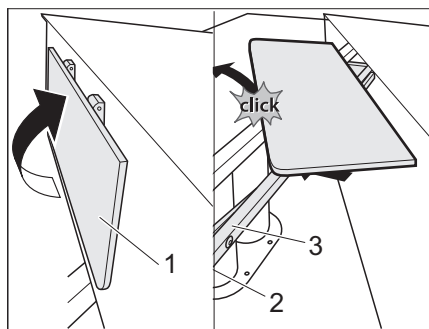

Fig. 118 Sollevare il bordo di appoggio
- Sbloccare il bordo di appoggio (Fig. 118,1) e ruotarlo verso l'alto fino allo scatto in posizione.